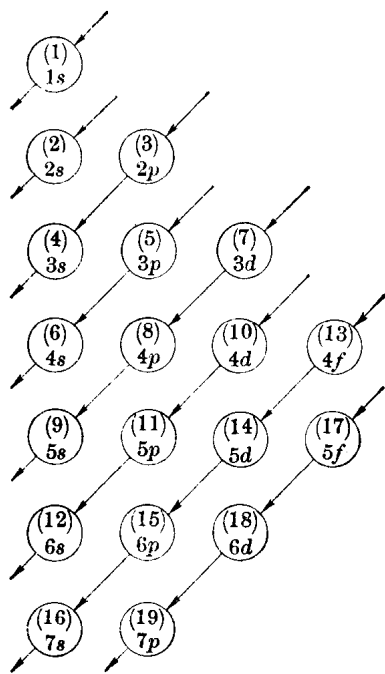

图 7-6 核外电子填充次序
将由实验总结出来的这类现象加以归纳整理,就得到了各个原子轨道能量高低的顺序规律,也就有了核外电子依次进入各原子轨道的先后次序,见图 7-6。它表明,随着原子核电荷数的递增,核外电子依次增加时,电子将按箭头所示的顺序依次排入各个原子轨道。但是应当指出,当元素的原子失去电子时,其先后次序,并不是上述次序的逆向顺序,在这个问题上切不可生搬硬套^①。